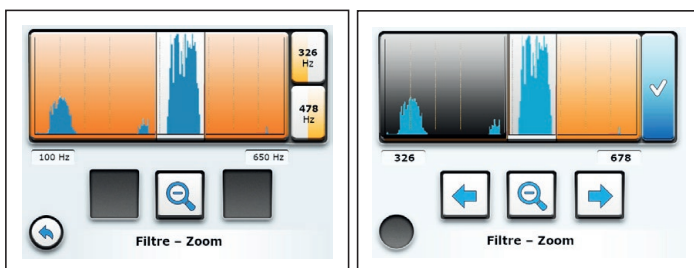

Fig. 25: Menu **Filtre - Zoom** : modifier précisément le filtre
1. Touchez le bouton **Limites de filtre**. Le récepteur revient au menu **Filtre–Zoom** (fig. 25, image de gauche).
2. Redéfinissez la limite de filtre. Touchez pour ce faire le bouton **Limite de filtre inférieure** ou **Limite de filtre supérieure**. Le menu **Filtre–Zoom** change d'aspect (fig. 25, image de droite).